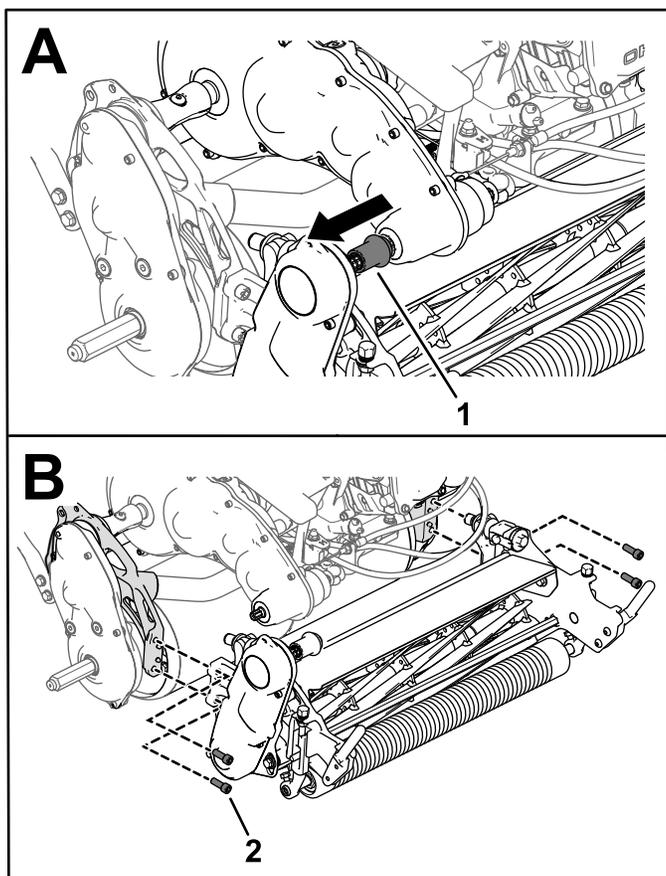

図 51
3. カッティングユニット駆動カップラをトランスミッションの駆動シャフトから外す 図 51。
4. カuttingユニットをフレームに固定しているソケットヘッドねじ4本を外す 図 51。